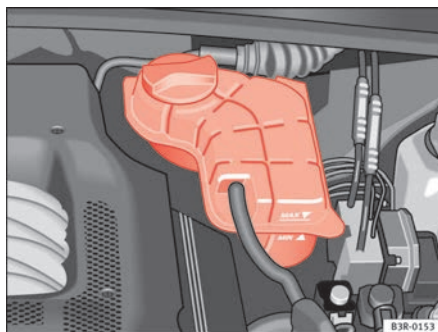

Abb. 167 Motorraum:
- Lesen Sie den Kühlmittelstand an dem Kühlmittel-Ausgleichsbehälter ⇒ **Abb. 167** ab. Er muss bei kaltem Motor zwischen den Markierungen „min“ und „max“ liegen. Bei warmem Motor kann er auch etwas über der Markierung „max“ liegen.
- Legen Sie einen Lappen auf den Deckel des Kühlmittel-Ausgleichsbehälters ⇒ **Abb. 167** und schrauben Sie den Deckel **vorsichtig** linksherum ab ⇒ .